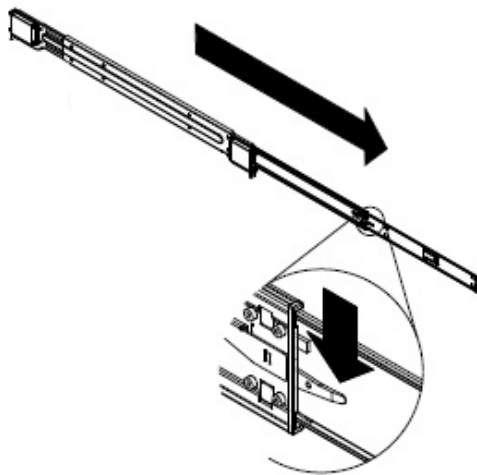

Рисунок 5 – Разделение направляющих на секции
- разделение направляющих на секции (рисунок 5):